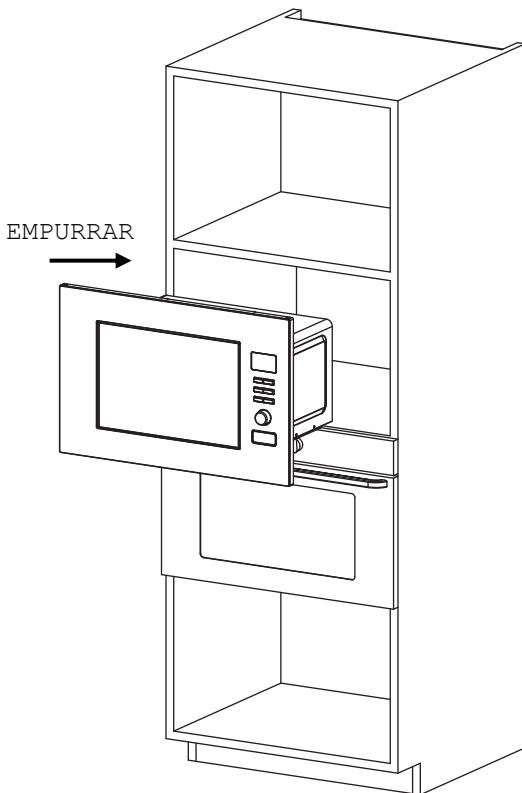

Fig. 1
(2) INSTALAÇÃO:
- a) Coloque o forno micro-ondas no armário embutido e empurre-o para a frente até ao fim. (Fig. 1)